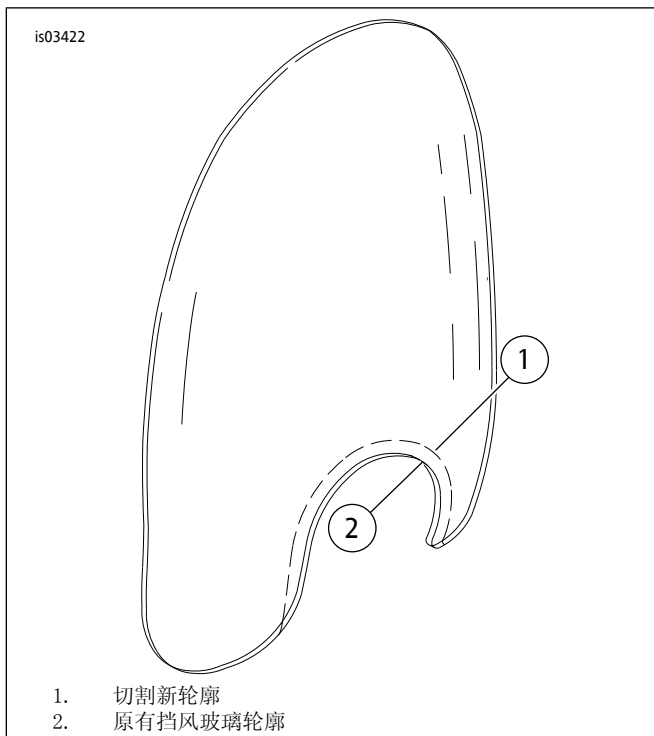

图9。修整可拆卸式挡风玻璃
1. 参见图9。用两层遮蔽胶带覆盖挡风玻璃底部50 mm (2 in) (最靠近前灯轮廓)和挡风玻璃两侧。此胶带提供标记新切口的表面，并可保持切口边缘整齐。
2. 在旁边标记新切口位置，距离原有前灯轮廓大约31.8 mm (1 1/4 in)，如图9中虚线(1)所示。